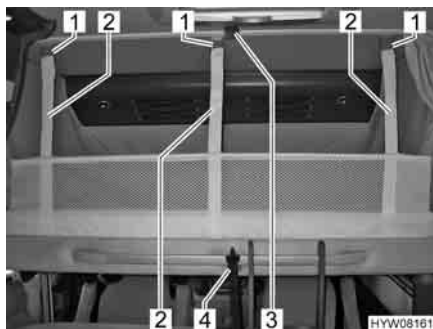

Fig. 82 Letto basculante con rete protettiva montata
- Staccare la cintura di ritegno (Fig. 82,4).
- Staccare le cinture di ritegno (Fig. 82,2) e sistemare la rete protettiva sotto il materasso.
- Assicurare il letto basculante al soffitto (Fig. 82,3) mediante la cintura di ritegno (Fig. 82,4).
- Agganciare le cinture di ritegno (Fig. 82,2) ai ganci (Fig. 82,1) del soffitto.